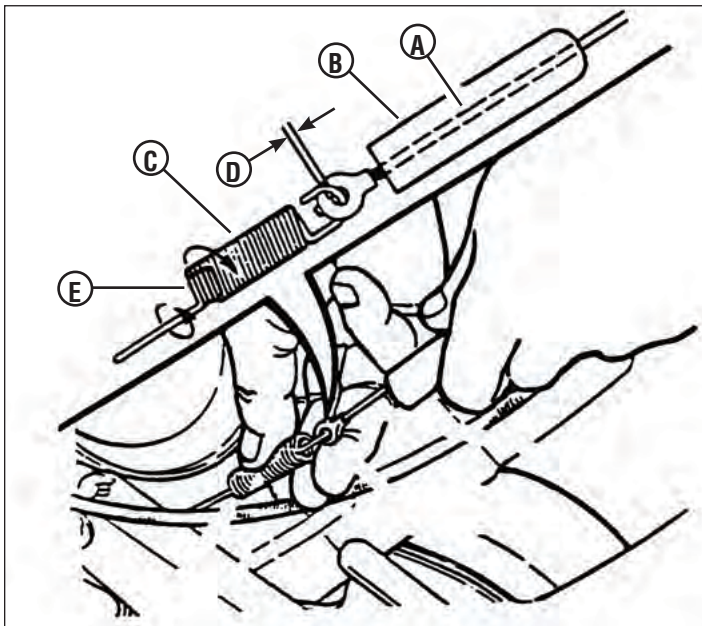

Figure 13
- Vérifier le dégagement entre le câble de pédale de débrayage (A, Figure 13) et le ressort d'embrayage (C). Glisser le couvercle du ressort en vinyle (B, situé à l'extrémité du câble de la pédale de débrayage) au-dessus du câble de la pédale de débrayage afin d'avoir accès à l'extrémité du ressort et la boucle du câble. Une fois que la poignée de la commande d'entraînement de la roue est relâchée, le dégagement entre le crochet du ressort et la boucle du câble devrait être de 1/16" à 1/8" (D).